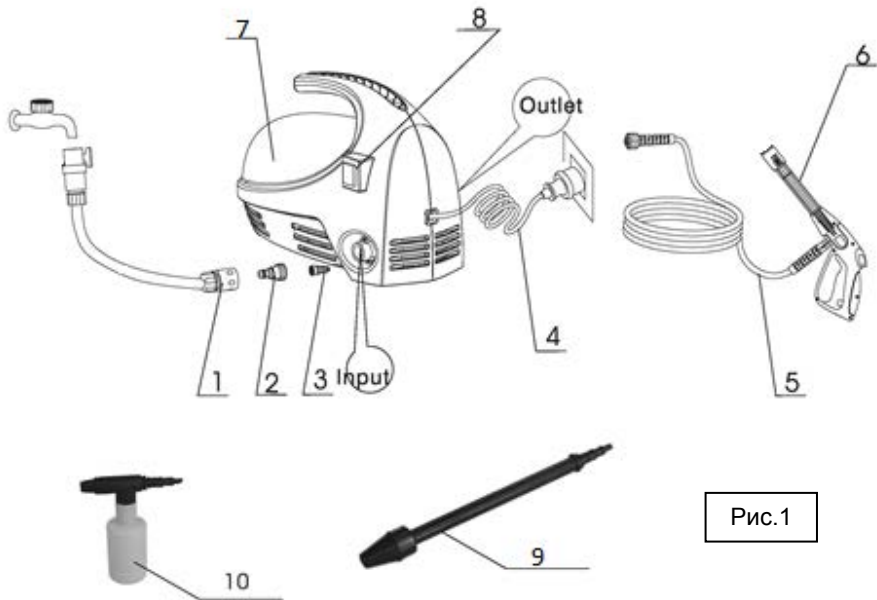

Рис.1
- Соедините насадку (9, Рис.1) с пистолетной рукояткой (6, Рис.1), вставив соединительный штуцер насадки в гнездо рукоятки, и зафиксировав (вращайте по часовой стрелке до тех пор, пока обе части не защелкнутся).
- Вставьте конец шланга высокого давления (5, Рис.1) в отверстие с задней стороны пистолетной рукоятки (6, Рис.1).
- Подсоедините шланг высокого давления (5, Рис.1) к мойке.
- Подсоедините шланг подачи воды (1, Рис.1) к мойке через штуцер (2, Рис.1) и фильтры (3, Рис.1). Минимальная длина шланга подачи воды должна составлять 5 м с диаметром 12.5 мм, чтобы избежать избыточного давления и повреждения Вашей мойки.
- Подсоедините шланг подачи воды (1, Рис.1) к источнику воды (водопроводному крану).
- Перед подключением аппарата к штепсельной розетке установите выключатель сети (8, Рис.1) в положение «0».